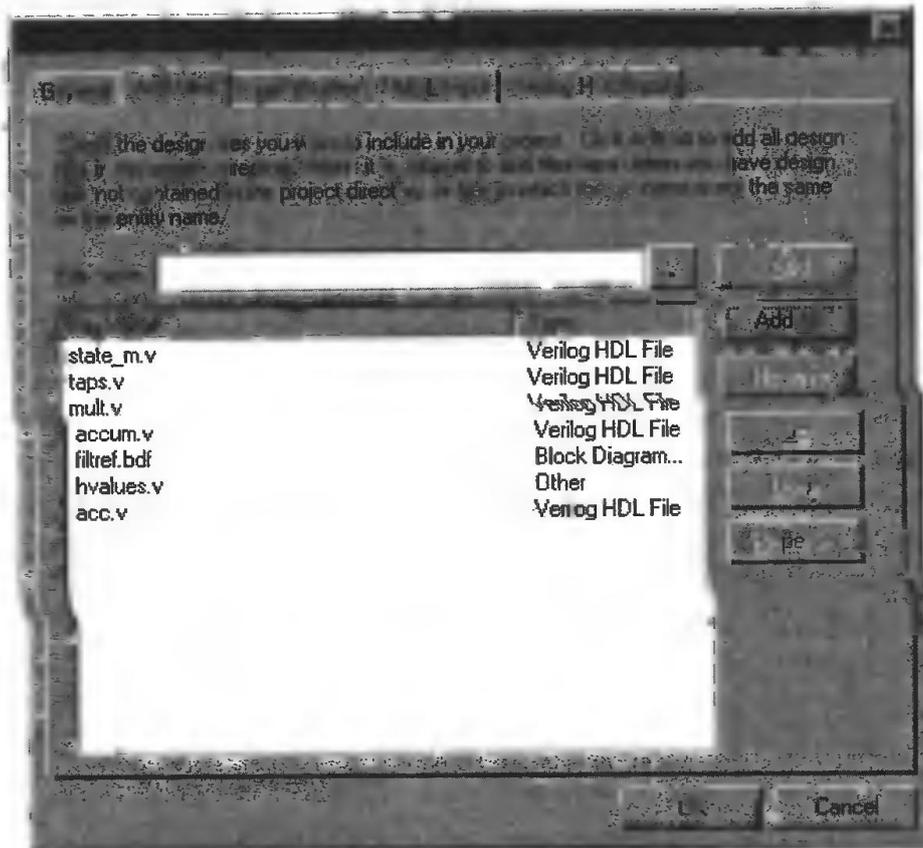

Рис. 3.32
2. В поле **File Name** (имя добавляемого файла) введите файл `accum.v` и, при необходимости, файл `mult.v` (рис. 3.32).